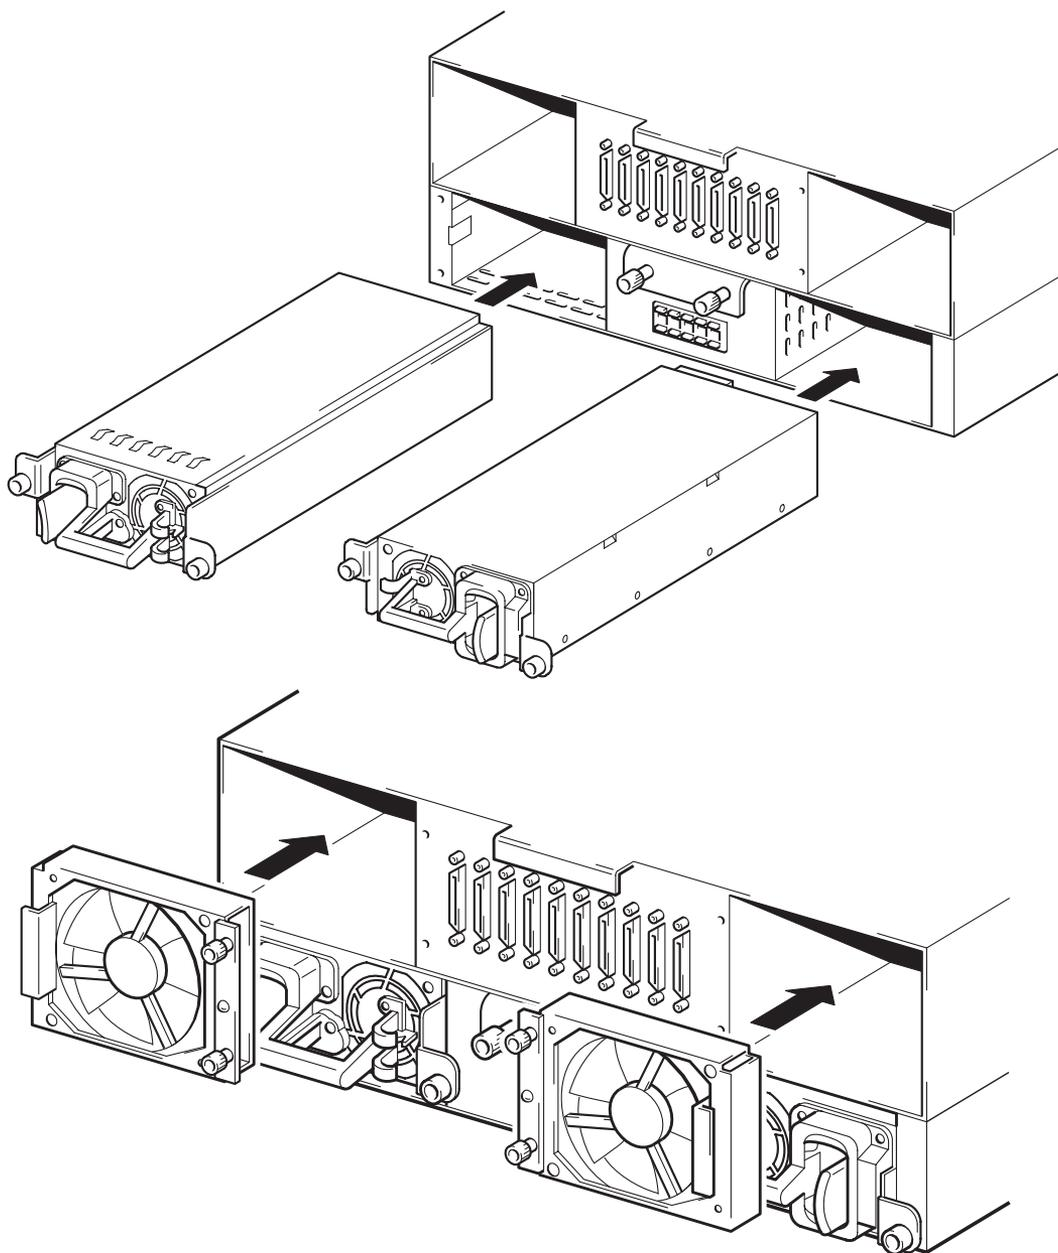

Figure 11 : Remplacement des ventilateurs et des alimentations
- 3 Alignez le ventilateur de rechange comme le montre la Figure 11.
- 4 Alignez la nouvelle alimentation et faites-la glisser dans l'ouverture comme le montre la Figure 11.